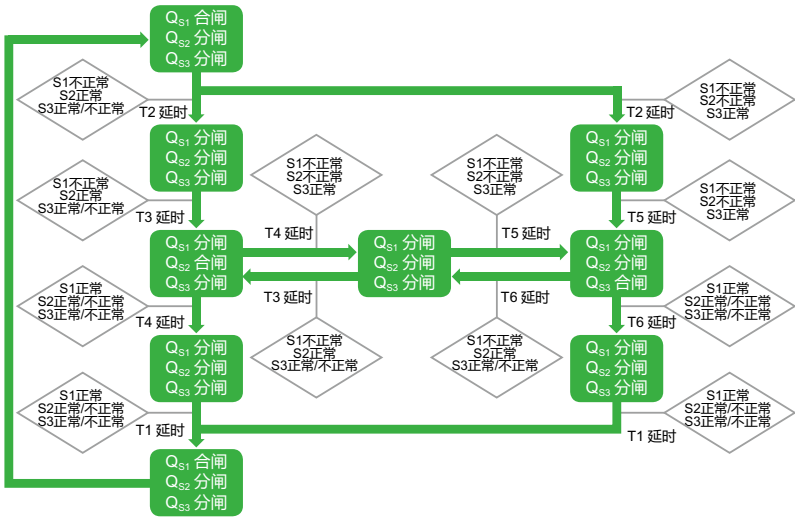

图 13-TB 控制器自复流程
自复 (RR)- 以 S1 电源为电源投入第一优先级，S2 电源为第二优先级，S3 电源为第三优先级（详见图 13-TB 控制器自复流程）；